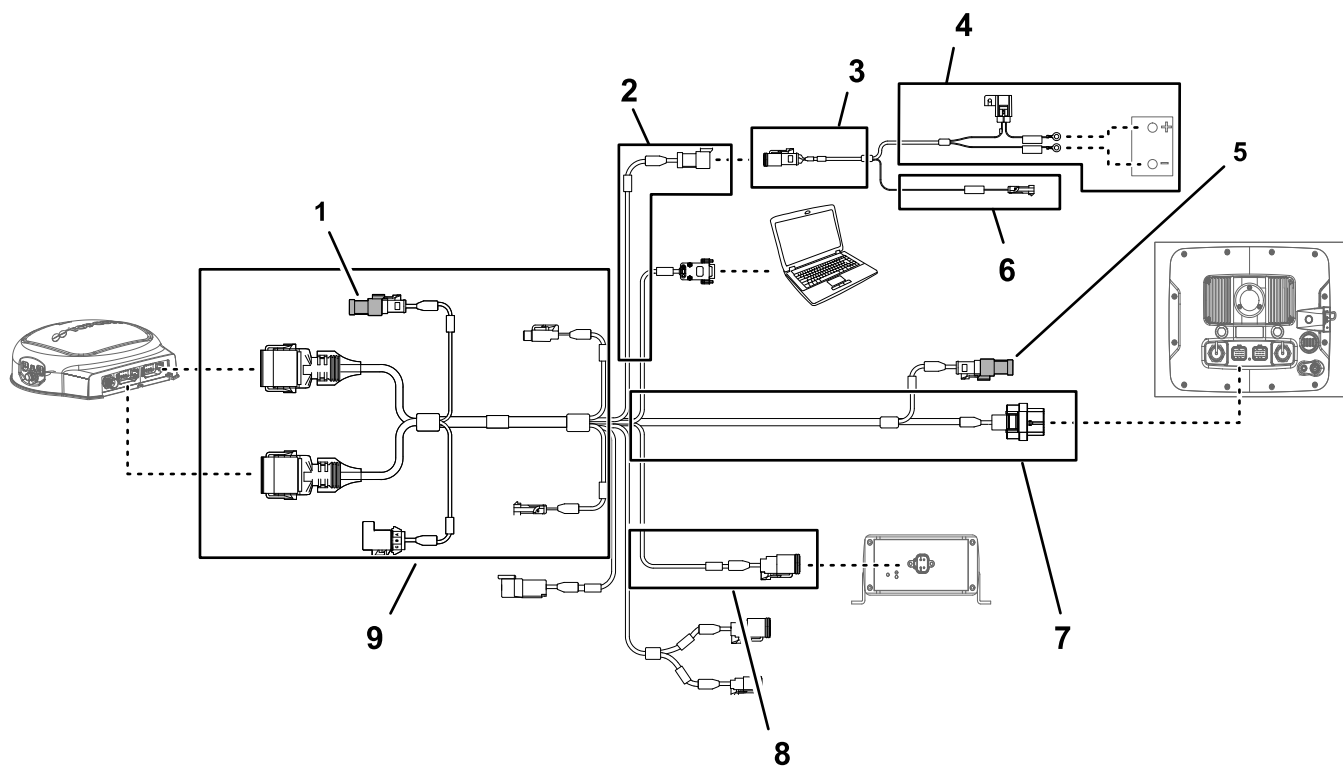
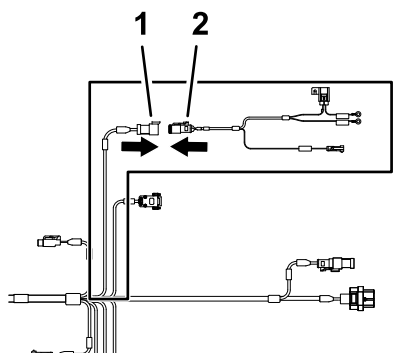

図 162
図 163
| 1. ナビゲーション受信機のデータハーネス用枝線 390 cm のコネクタに終端抵抗器が付いていない場合は取り付ける 図 162。 | 2. スプレーヤのモニタのデータハーネス用枝線 220 cm のコネクタに終端抵抗器が付いていない場合は取り付ける 図 162。 |
3. ナビ用電装ハーネスの3ソケットコネクタ電源インタフェースを、データ用ハーネスの3ピンコネクタ電源インタフェースに接続する 図 162と図 163。